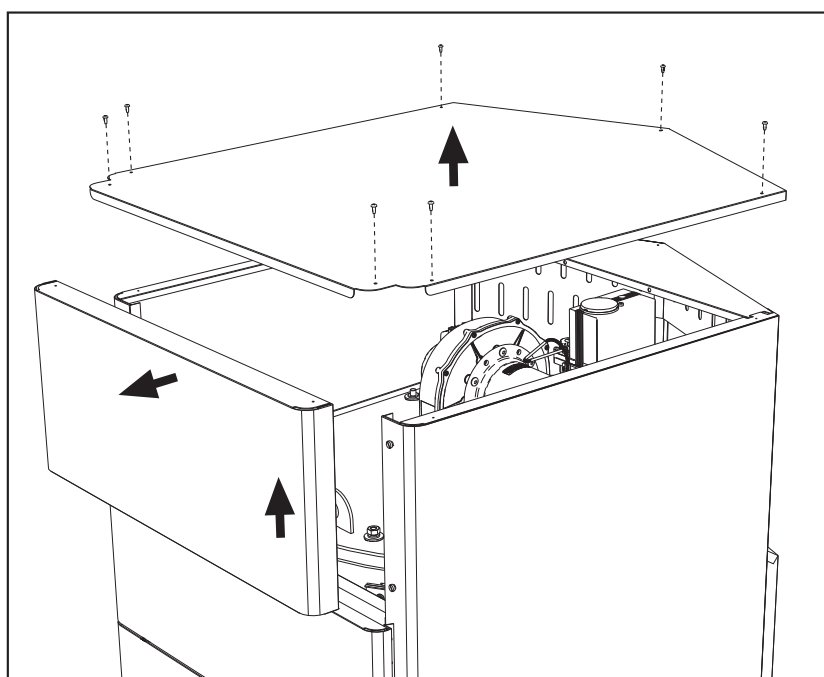

рис. 65
- Снимите крышку и переднюю панель (рис. 65).